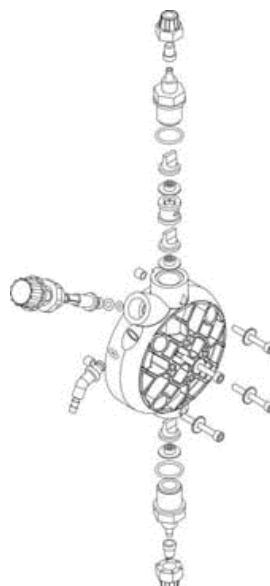

Fig. 11
3. Eliminar del cuerpo de la bomba todo líquido que allí se encuentre, desmontando y volviendo a montar el cuerpo de la bomba, utilizando los cuatro tornillos de fijación que vienen en dotación. (Fig.11).
- Controlar por lo menos cada 6 meses, el funcionamiento de la bomba, la hermeticidad de los tornillos y las guarniciones, para líquidos particularmente agresivos efectuar controles incluso más frecuentes, controlar en particular la concentración del aditivo de la instalación; una reducción de dicha concentración podría ser causada por el desgaste de las válvulas (que en este caso deben ser substituidas poniendo atención al volver a instalarlas como se indica en la Fig. 11).
Para efectuar esta operación, si el equipo no está fijado a la instalación, es posible hacerla pulsar durante algunos segundos (15-30), manteniéndola invertida y sin tubos conectados a los empalmes, si ello no es posible, desmontar y volver a montar el cuerpo de la bomba (Fig.11), utilizando los cuatro tornillos que sirven para fijar.